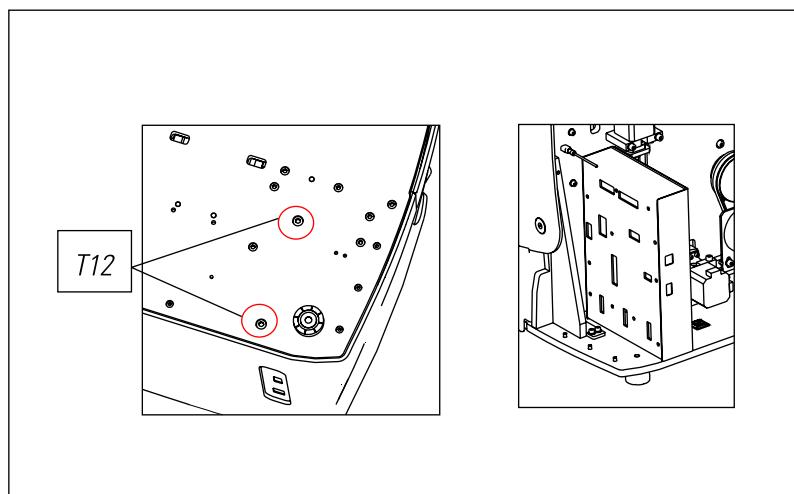

FIG. 29
- 3) Lâcher les deux vis (T12) avec une clé allen de 5 (Fig.29).